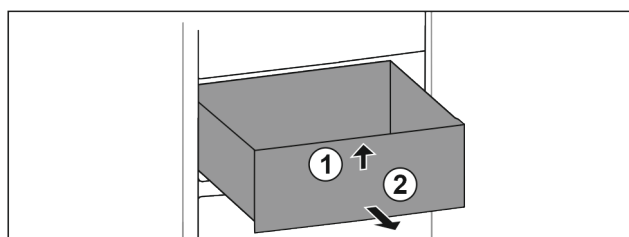

Fig. 19
- ▶ Ridicați sertarul în față. Fig. 19 (1)
- ▶ Extrageți sertarul spre înainte. Fig. 19 (2)